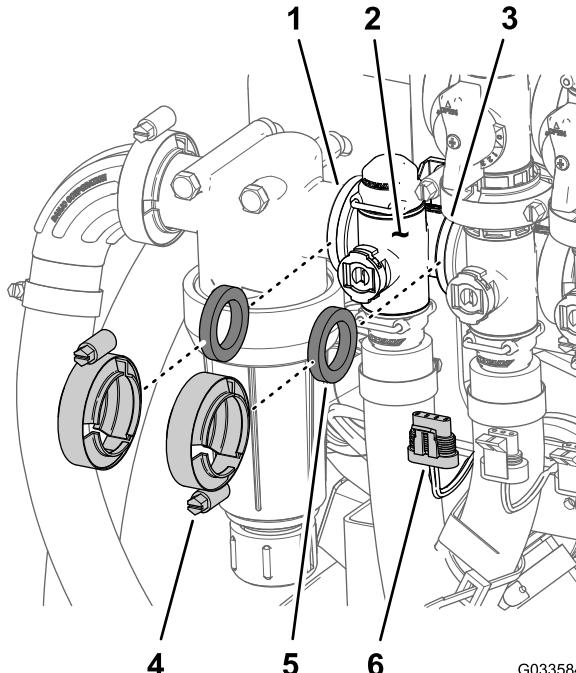

Figura 110
- Rimuovete i 2 morsetti flangiati e le 2 guarnizioni che fissano il collettore della valvola di controllo del volume (Figura 110) al filtro della pressione e alla valvola dell'agitatore.